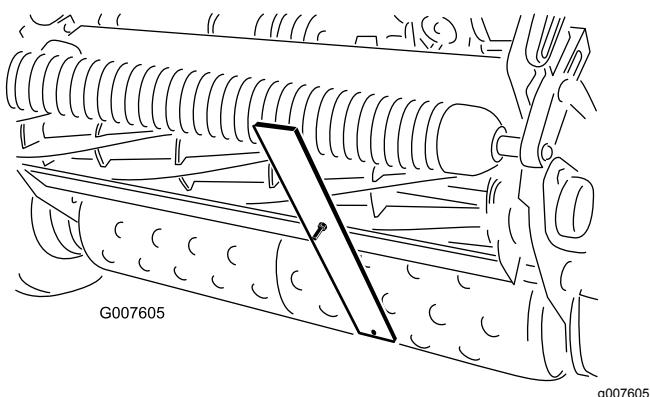

図 56
4. ゲージバーのねじの頭を下刃の先端に引っかけ、バーの後端を後ローラに当てる図 56。